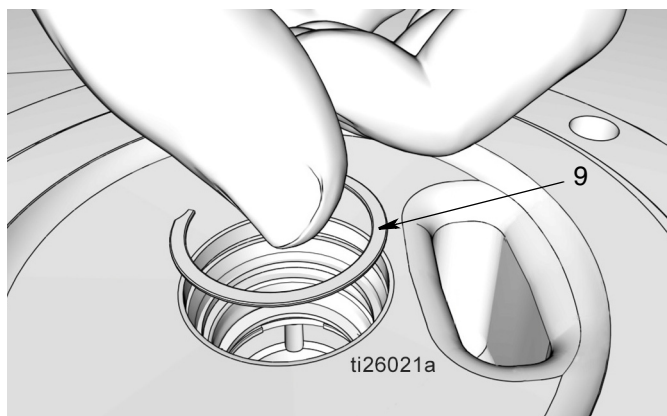

FIG. 41
- j. Installare la clip (9) (FIG. 41). Si deve avvertire un "clic" quando la clip di fissaggio viene correttamente inserita nella scanalatura.